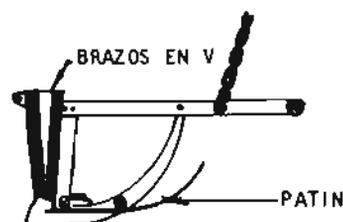

Fig. 7
**SURCADORES.** Estos abridores de surco pueden ser del tipo fijo o rotativo. De tipo fijo son: el de azadón, el de vertedera y el de patín curvo (fig.7).